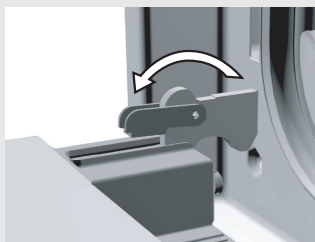

Figure 1
- Ouvrez complètement la porte du four et faites pivoter les loqueteaux vers l'avant (figure 1). Puis fermez lentement la porte jusqu'à ce que les loqueteaux soient en appui contre les supports. Lorsque la porte forme un angle de 15° par rapport à sa position fermée, soulevez-la légèrement et déboîtez-la des supports des charnières (figure 2).